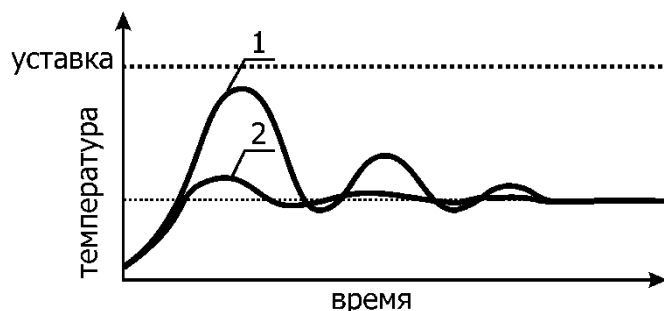

Рисунок 16 — Определение T_d
2.15.7 Для определения постоянной времени дифференцирования T_d коэффициент пропорциональности K_p должен быть установлен таким образом, чтобы переходная характеристика соответствовала кривой 1 (рисунок 16). Постоянную времени дифференцирования T_d следует подобрать так, чтобы переходная характеристика приняла вид кривой 2 (рисунок 16).